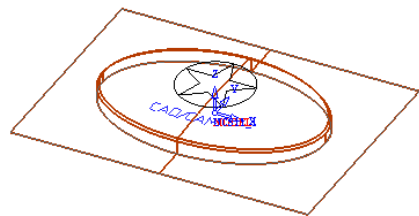

图 2-146 “零件”选项
- 展开“零件”选项，单击“零件曲面”按钮，然后单击“选择”工具栏上的选择所有按钮，系统选中所有曲面；单击鼠标中键完成曲面选择，返回程序对话框，如图 2-146 所示。